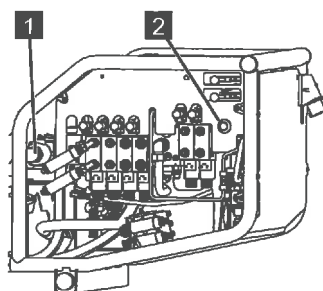

Abb. 157
3. Das Ventil [Bühne] (Abb.157/1) eindrücken und im Uhrzeigersinn verriegeln.
4. Den Taster [Notbedienung] (Abb.157/2) drücken und halten.